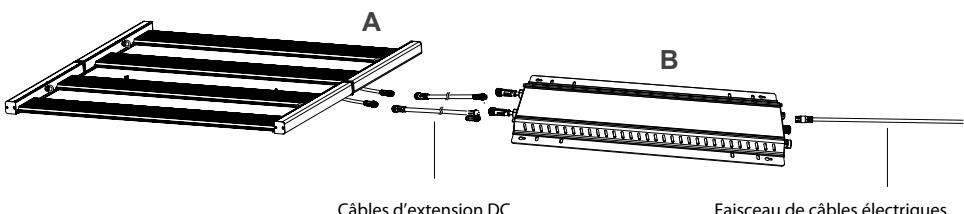

Fig. 14
Étape 3. Connexion des panneaux lumineux à LED sur le driver. Comme sur la figure 14, brancher un côté des câbles d'extension au driver. Brancher l'autre côté des câbles d'extension sur les connecteurs DC des panneaux lumineux à LED.